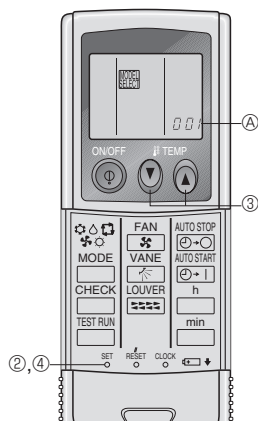

Fig. 6-8
1) Programmation (Fig. 6-8)
① Introduire les piles.
② Appuyer sur le bouton SET à l'aide d'un objet pointu. clignote et le numéro du modèle est allumé.
③ Appuyer sur le bouton temp pour programmer le numéro du modèle.
④ Appuyer sur le bouton SET à l'aide d'un objet pointu.